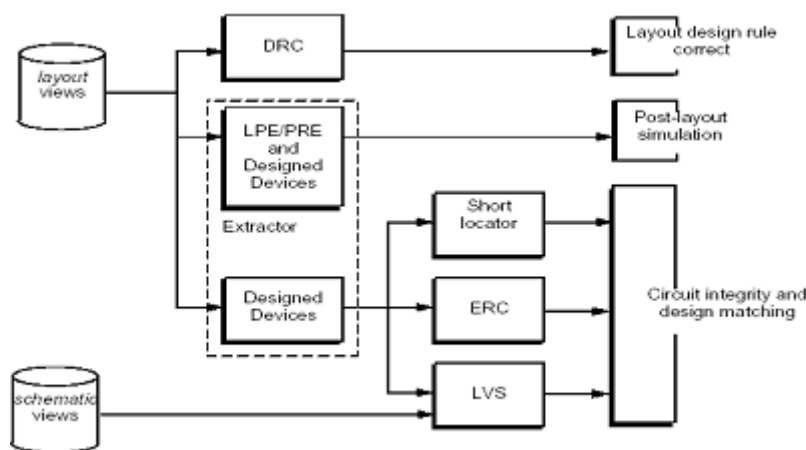

图 12.1 Diva 验证流程
Diva 验证流程，如图 12.1 所示。
- ① 在 peakDetect 版图设计窗口中, 选择 Verify→Markers→Find, 在弹出的 Find Markers 窗口中, 点亮 Zoom To Markers 按钮, 再点击 Next 按钮, 可在版图中看到错误标记之处, 在 marker text 窗口中看到相应错误的原因, 依次点击 Next 按钮, 可查看每个错误。
- ② 关闭 marker text 窗口, 在 Find Markers 窗口中, 点击 Delete 按钮, 删除错误标记, 再点击 Cancel 按钮, 退出 Find Markers 窗口。
- ③ 选择 Verify→DRC, 点击 Set Switches 按钮, 在弹出的窗口中选择 allInterconnect, 点击 OK, 在 DRC 窗口点击 OK, 运行 DRC。
- ④ 选择 Edit→Search[S], 设置 Search 窗口 (如图 12.1 所示) 如下: